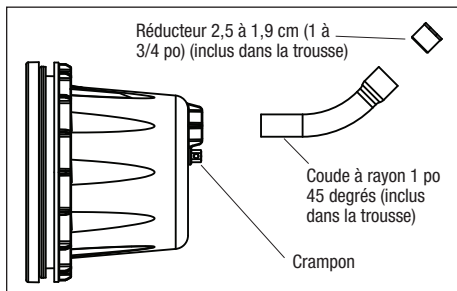

Figure 3. Installation de la niche en plastique
5. Fixez le conduit à l'arrière de la niche à l'aide de l'apprêt et de la colle PVC/CPVC appropriés. Un coude de balayage à 45 degrés en PVC de 2,5 cm (1 po) est inclus avec la niche pour diriger le tuyau de conduit vers le haut vers la boîte de jonction. (Un réducteur de 3/4 de pouce est également inclus avec la niche pour permettre l'utilisation d'un conduit de 1,9 cm (3/4 po). Reportez-vous à la *Figure 3*..
- Fixez le conduit à l'arrière de la niche à l'aide de l'apprêt et de la colle PVC/CPVC appropriés. Un coude de balayage à 45 degrés en PVC de 2,5 cm (1 po) est inclus avec la niche pour diriger le tuyau de conduit vers le haut vers la boîte de jonction. (Un réducteur de 3/4 de pouce est également inclus avec la niche pour permettre l'utilisation d'un conduit de 1,9 cm (3/4 po). Reportez-vous à la *Figure 3*.